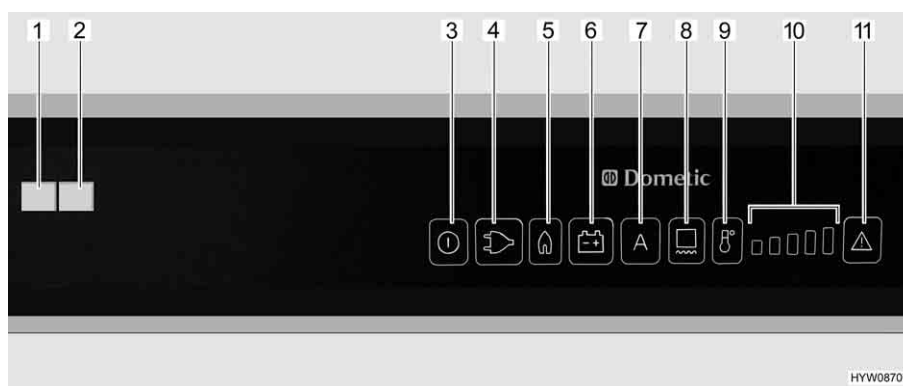

Bild 198 Reglage, knappar för kylskåpet (Dometic RMD)
När väljaren står på "AES", **ingen** 230 V-försörjning är ansluten och fordonsmotorn är **avstängd**, väljer AES gasdrift. När gasdriften väljs öppnas tändsäkringens automatiskt så att gas kan strömma till brännaren. Samtidigt tillkopplas den elektroniska tändaren. Om gaslågan skulle slockna, t. ex. på grund av att det blåser, aktiveras tändaren direkt igen och tänder gasen. Vid en störning under gasdrift blinkar ljusknapparna "Gas" (Bild 198,5) respektive "Störning" (Bild 198,11). Kontrollampnan "Störning" (Bild 198,1) tänds och ett akustiskt larm ljuder i 20 sekunder.
När kylskåpet sätts på väljs automatiskt en termostatinställning i mittläge. Denna inställning kan ändras manuellt med knappen temperaturnivåval (Bild 198,9). Kontrollamporna (Bild 198,10) visar den valda termostatinställningen. Med hjälp av knappen temperaturnivåval ställs kyltemperaturen in för alla tre energikällorna. Det tar alltid några timmar innan man har en normal drifttemperatur i kylskåpet. Om en omkoppling sker till ett andra driftläge förändras termostatinställningen inte. Kyltemperaturen bibehålls oberoende av den valda energikällan.
- Koppla in ramvärmens under 2 timmar: Tryck på knappen (Bild 198,8) en gång. En stapel i temperaturnivåvisningen (Bild 198,10) tänds.
- Koppla in ramvärmens under 5 timmar: Tryck på knappen (Bild 198,8) två gånger. Två staplar i temperaturnivåvisningen (Bild 198,10) tänds.
- Ställa in ramvärmens på kontinuerlig drift: Tryck på knappen (Bild 198,8) tre gånger. Tre staplar i temperaturnivåvisningen (Bild 198,10) tänds.
Temperaturnivåvisningen (Bild 198,10) visar under några sekunder ramvärmens driftslängd.
Vid höga utetemperaturer och hög luftfuktighet kan det bildas vattendroppar på metallramen. Därför har kylskåpet ramvärme för frysfacket. Slå på ramvärmern med knappen (Bild 198,8) vid höga temperaturer och hög luftfuktighet. Detta förhindrar korrosion. När ramvärmern är påslagen tänds ljuslampan (Bild 198,8).
- Tryck på på/av-knappen (Bild 198,3) i cirka 2 sekunder. Kylskåpet slår på sig, den senast inställda energisorten eller "AES" indikeras.
- Ställ in kyltemperaturen med knappen temperaturnivåval (Bild 198,9). Kontrolllamporna (Bild 198,10) visar den valda termostatinställningen.
- Tryck på på/av-knappen (Bild 198,3) i cirka 2 sekunder. Kylskåpet slår från, inga indikatorer lyser längre.